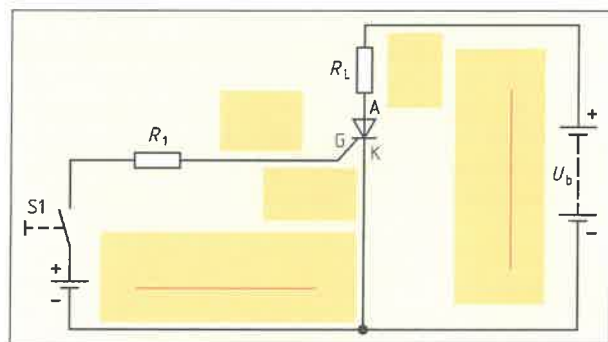

Bild 4: P-Gate-Thyristor an Gleichspannung
3. Ergänzen Sie in Bild 4 die Kennzeichnung von Steuerkreis und Lastkreis. Zeichnen Sie die Bezugspfeile mit Beschriftung für den Gatestrom I_G , den Durchlassstrom I_F und die Spannung U_{GK} ein.